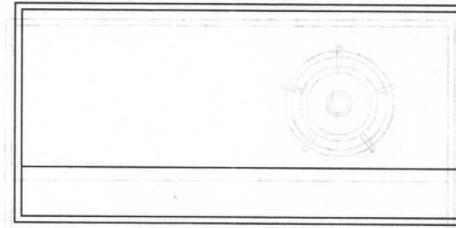

图 6-3 偏移图形
3. 选择“绘图”/“分解”命令，将偏移后的矩形分解。再使用“偏移”命令将矩形下边框线向上偏移 80mm，如图 6-3 所示。